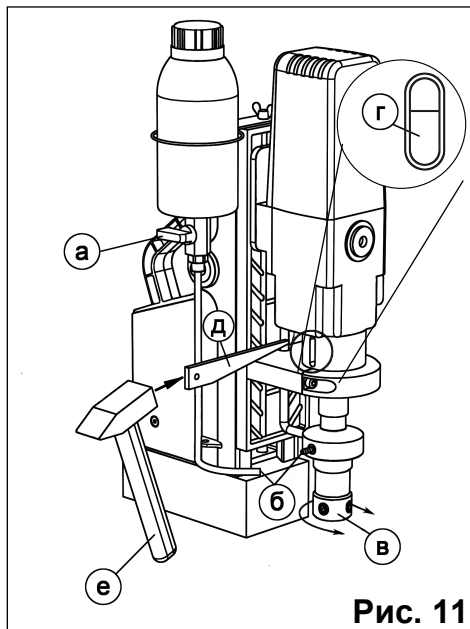

Рис. 11
1. Перекройте кран подачи СОЖ (Рис. 11, а).
2. Отсоедините трубку подачи СОЖ от штуцера кольца подачи СОЖ (Рис. 11, б).
3. Извлеките сверло из держателя (**Рис. 11, в**):
а) Поверните держатель двигателя таким образом, чтобы отверстия в шпинделе и корпусе двигателя совпали (**Рис. 11, г**);
б) Вставьте выталкивающий клин из комплекта поставки в зазор (**Рис. 11, д**);
в) Ударьте молотком по клину в направлении стрелки до выпадения держателя из шпинделя (**Рис. 11, е**);